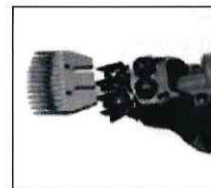
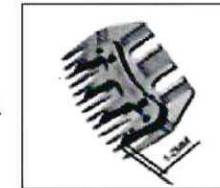

Рис. 2.
Рис. 5.
1.1. Отрегулируйте положение лезвий (Рис.2) и убедитесь, что между кончиком секции ножа и поверхностью кожи осталось расстояние 1,5-2 мм (Рис. 5) так, чтобы жир и грязь на овце не повлияли на движение лезвий.